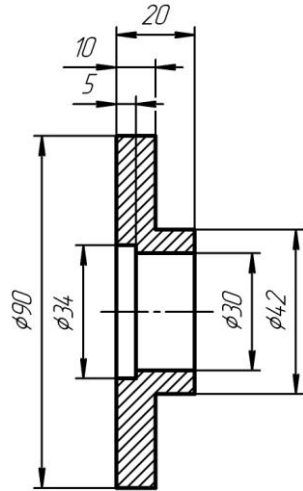

Рис. 2. Крышка
Создадим параметрический фрагмент детали “Крышка” (рис. 2).
3. Отредактируйте параметрическую модель, задавая размеры элементов в соответствии с рис. 2. Сохраните файл.